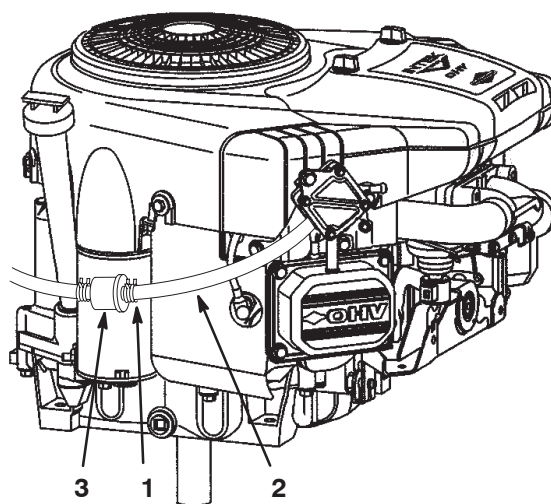

Figure 31
7. Pincez les extrémités du collier de fixation et poussez le collier en haut de la conduite d'alimentation, en direction du réservoir de carburant (Fig. 31).
8. Débranchez la conduite d'alimentation du filtre (Fig. 31) et laissez l'essence s'écouler dans un bidon ou un bac de vidange.
Remplacez le filtre à carburant toutes les 100 heures de fonctionnement ou une fois par an, la première échéance prévalant. Le meilleur moment pour remplacer le filtre à carburant (Fig. 31) est lorsque le réservoir à carburant est vide. Ne réinstallez jamais un filtre à carburant encrassé après l'avoir déposé de la conduite d'alimentation.
7. Pincez les extrémités des colliers et éloignez-les du filtre (Fig. 31).